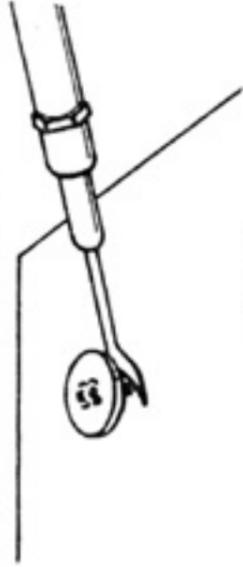

Рис. 49
**29. Применение ножа для распаривания шва (рис. 49, 50 и 51)**
- отделение пуговиц (рис. 49)